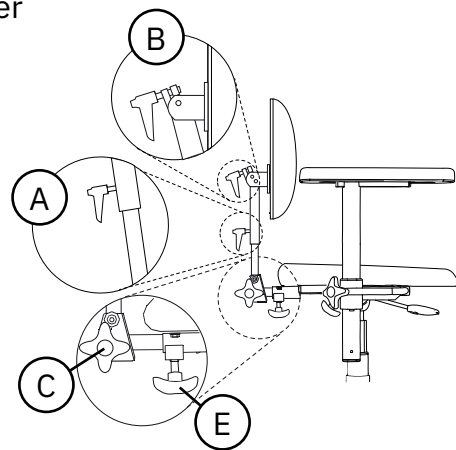

Figure 5.42. Mécanisme de dossier Medic.
Medic peut s'ajuster en hauteur (A), en inclinaison du dossier (B), en inclinaison du dispositif d'escamotage du dossier (C) et en profondeur (E), voir figure 5.42.